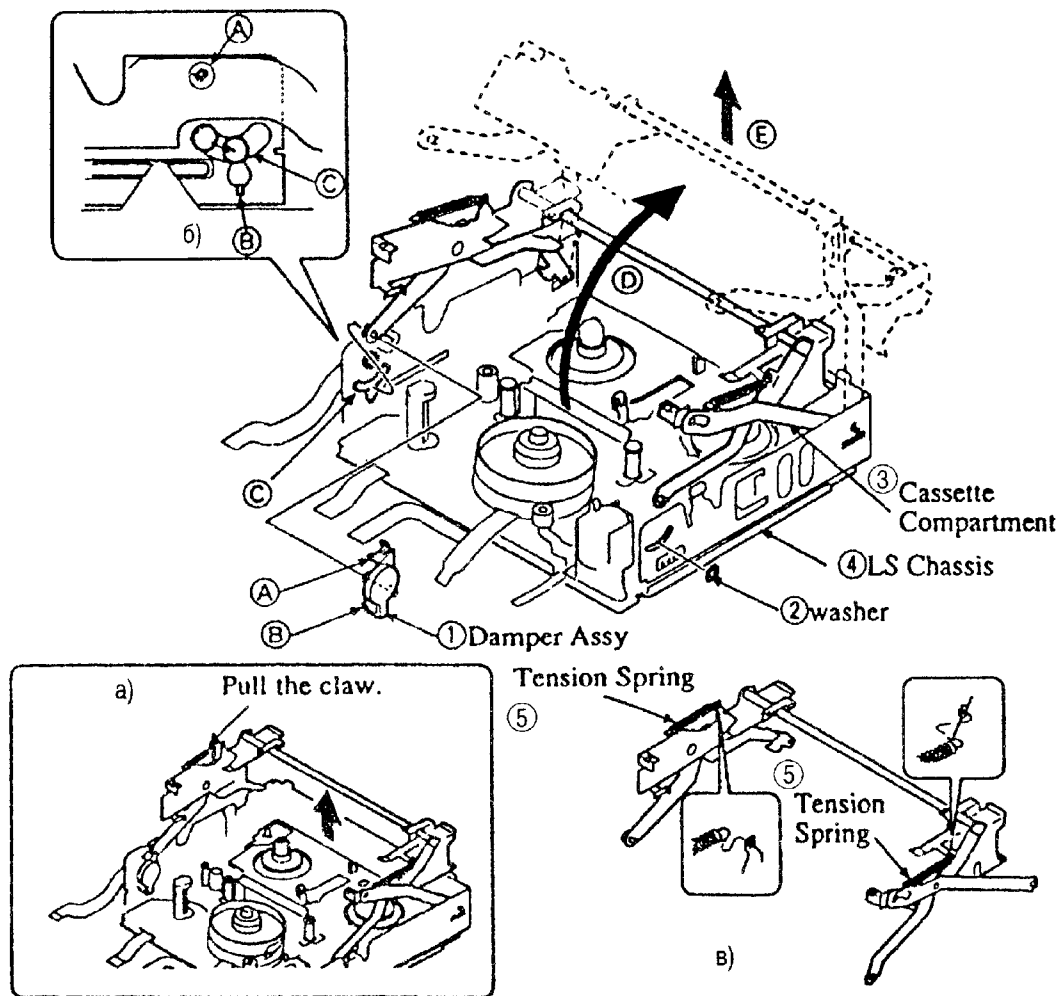

Рис. 5. Демонтаж кассетоприемника
Обеспечив свободный доступ к механизму, можно приступить к его разборке (если в этом возникает необходимость). Механизм состоит из трех основных блоков – узла кассетоприемника (CASSETE COMPARTMENT ASSEMBLY), подвижного (выдвигающегося) шасси (LS CHASSIS ASSEMBLY) и шасси механизма (MECHANISM CHASSIS ASSEMBLY). Каждый из трех блоков имеет собственный перечень деталей (Part № List). Сборочные чертежи и перечни деталей блоков приведены в предыдущей статье по 8-ми миллиметровым видеокамерам (РЭТ №8, 2004). Описание порядка разборки приводится в сокращенном объеме, приемлемом для публикации в журнале. Начинают разборку с демонтажа узла кассетоприемника. Его следует производить, ориентируясь на рис. 5, цифрами на котором обозначены:
- если кассетоприемник находится в опущенном состоянии, следует поднять его, потянув защелку, показанную на рис. 5 а;
- освобождают защелки А и В демпфера (1); снимают стопорную шайбу (2) с оси кассетоприемника;
- извлекают ось кассетоприемника из паза С борта подвижного шасси LS (рис. 5 б);
диться, что прямолинейные части пружин 5 находятся внутри механизма (рис. 5в), а защелки демпфера 1 зафиксированы в шасси LS.